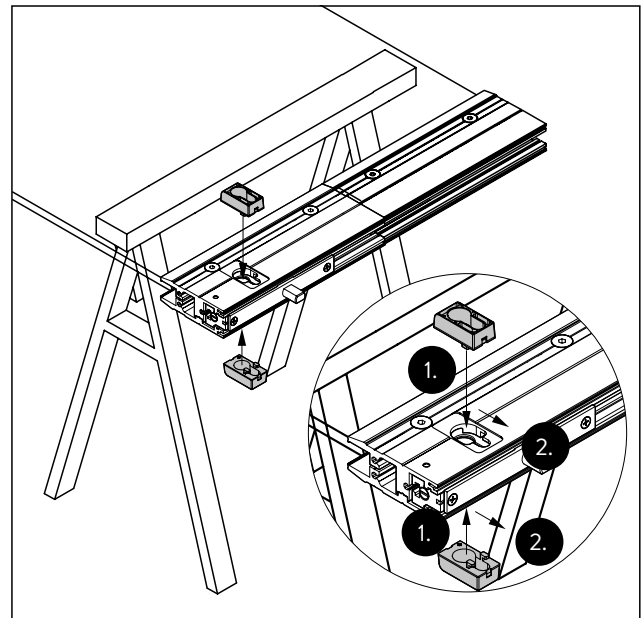

Abb. 10 Die Unterrosetten aufstecken und einhaken
- Die Unterrosetten auf das Schloss-Modul aufstecken (Abb. 10/1) und nach unten einhaken (Abb. 10/2).